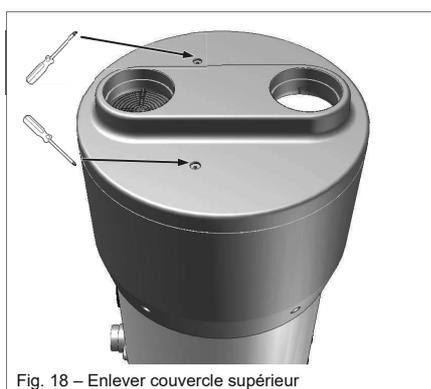

Fig. 18 – Enlever couvercle supérieur
- enlever le couvercle supérieur en dévissant les vis de blocage (Fig. 18);